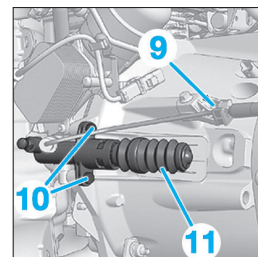

Fig. 6
- le support batterie (8).
- Dégrafer le tuyau hydraulique (9) (Fig.6).
- Déposer les vis (10).
- Ecarter le cylindre récepteur d'embrayage (11) sans ouvrir le circuit hydraulique.